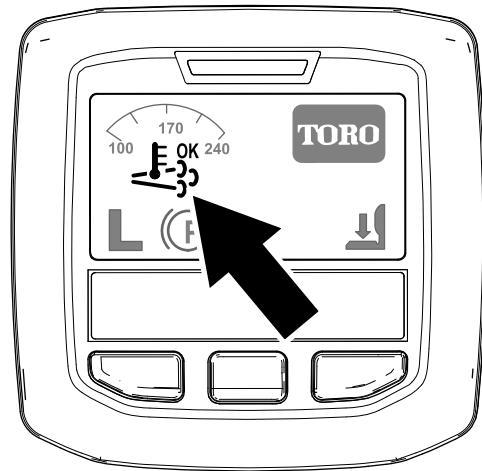

Figura 37
- Aparece el icono de regeneración de asistencia/restablecimiento en el InfoCenter (Figura 37).